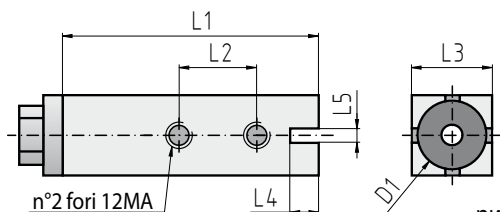

рис.4
1) Квадратный адаптер (AD) производимый 3х разных размеров (L3) (рис.4)